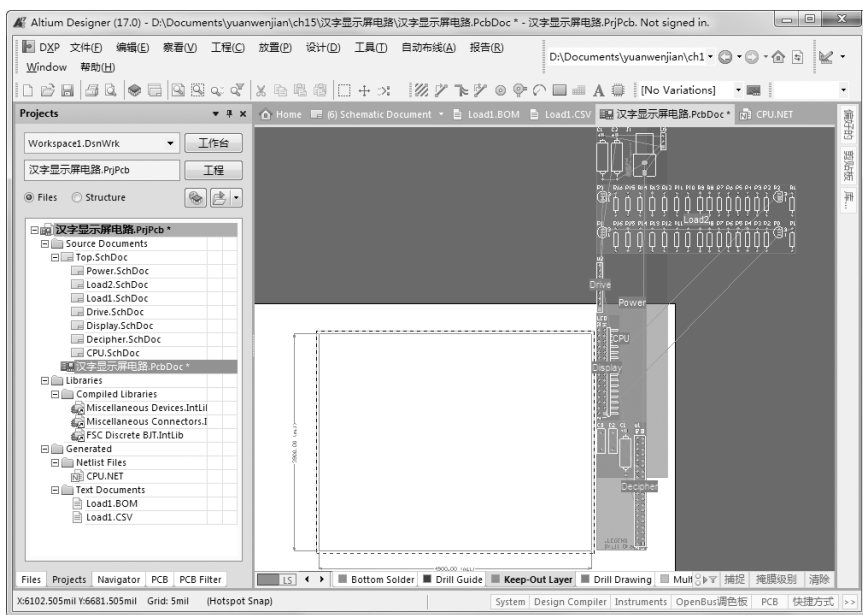
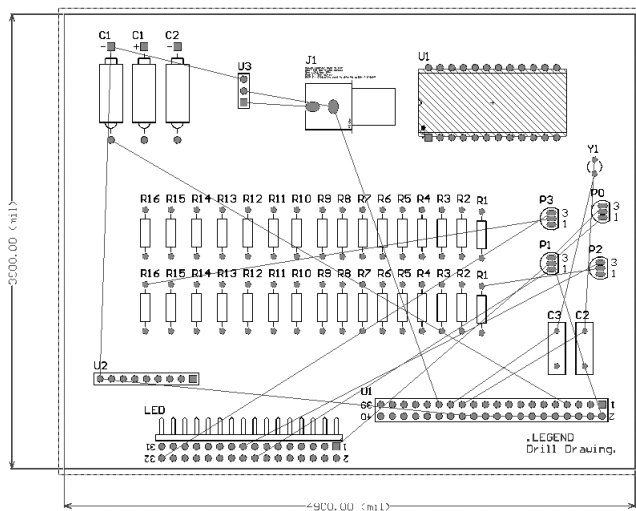

图 15-53 加载元件到电路板
图 15-54 零件在放置区域内的排列
(8) 在图 15-53 中, 包括 7 个零件放置区域 (上述设计的 9 个模块电路), 分别指向这 7 个区域内的空白处, 按住鼠标左键将其拖到板框之中 (可以重叠)。再次指向零件放置区域内的空白处, 单击鼠标, 区域四周出现 8 个控点, 再指向右边的控点, 按住鼠标左键, 移动光标即可改变其大小, 将它扩大一些 (尽量充满板框)。改变零件放置空间范围后的原理图如图 15-54 所示。
(9) 按鼠标左键拖动零件到这两个区域内, 分别指向零件放置区域, 再按〈Delete〉(删除) 键, 将它们删除。
(10) 手动放置零件, 电路板设计初步完成, 如图 15-54 所示。